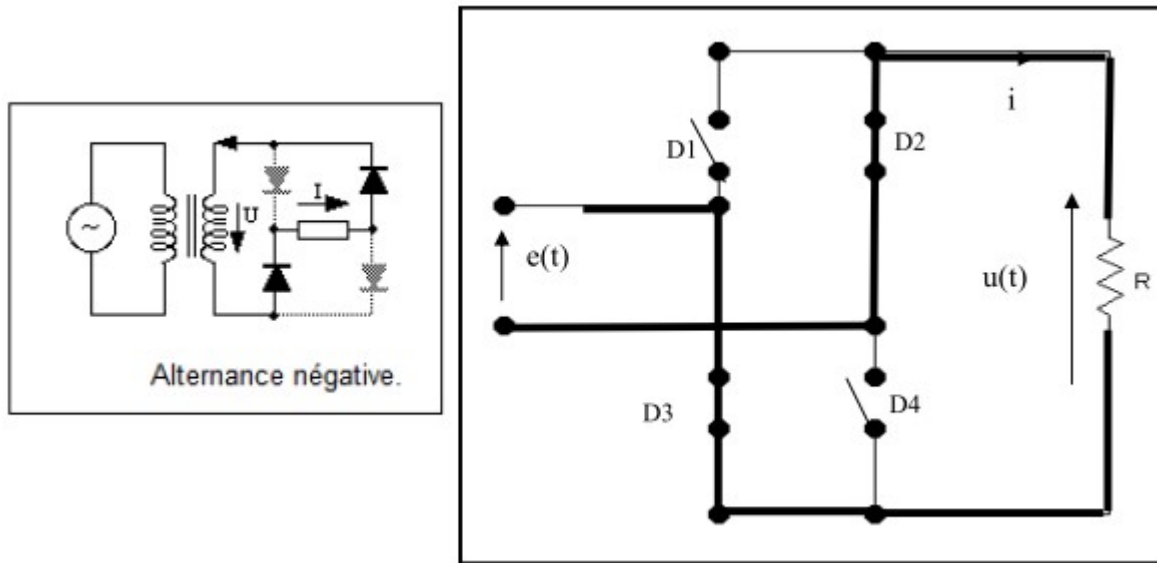

Fig. I.24
**b. Alternance négative : Figure I-24**